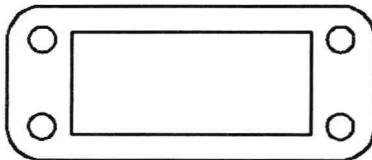
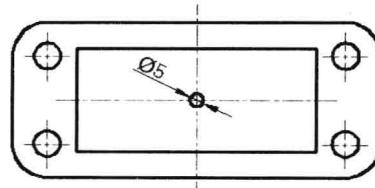

图 11-1-10
图 11-1-11
(10) 单击“圆心、半径”按钮 $\textcircled{⑦}$ ，捕捉并单击圆角的圆心，输入5，按Enter键。用同样的方法在其他圆角圆心位置创建圆对象，如图11-1-10所示。
(11) 单击“直线”按钮 \diagdown ，绘制对称点划线。
(12) 单击“圆心、半径”按钮 $\textcircled{⑦}$ ，捕捉并单击对称点划线的交点作为圆心，在命令行输入“2.5”，按Enter键，绘制圆对象，如图11-1-11所示。